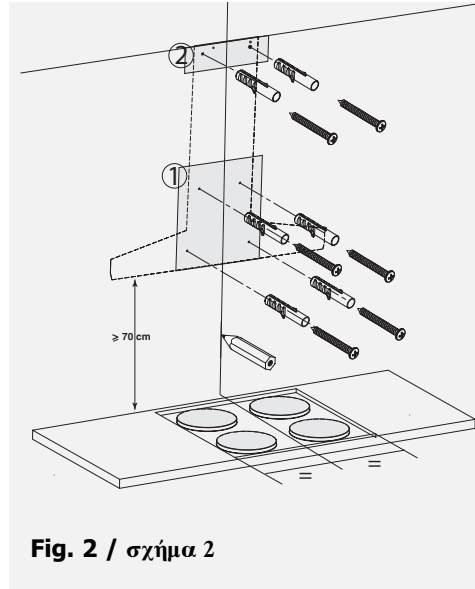

Fig. 2 / σχήμα 2
- Coloque contra a parede as guias de montagem **(fig. 2)**.